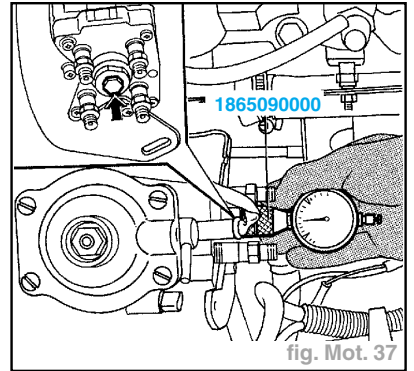

fig. Mot. 37
- Ôter le bouchon situé sur le collier de serrage (voir la flèche) et visser l'outil 1865090000 avec comparateur au centième, dans le siège fileté, le palpeur au contact de la tête du piston distributeur (fig. Mot. 37).